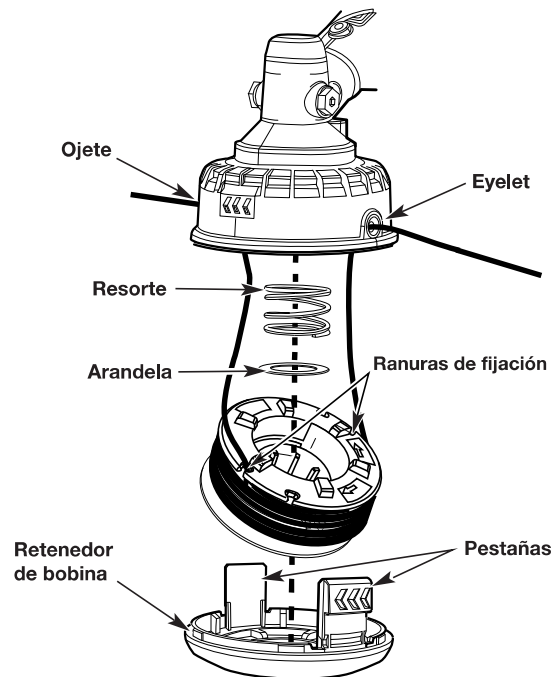

Fig. 15
1. Empuje hacia adentro las pestañas que tiene a los lados del retenedor de la bobina y tire de ellas para extraerlo (Fig. 15).
5. Coloque el retenedor de la bobina ejerciendo presión sobre las pestañas en las ranuras y empujando la bobina hacia abajo hasta que el retenedor de la bobina haga clic en su lugar (Fig.15).
6. Coloque las cuerdas en las ranuras de fijación de la bobina (Fig. 15).